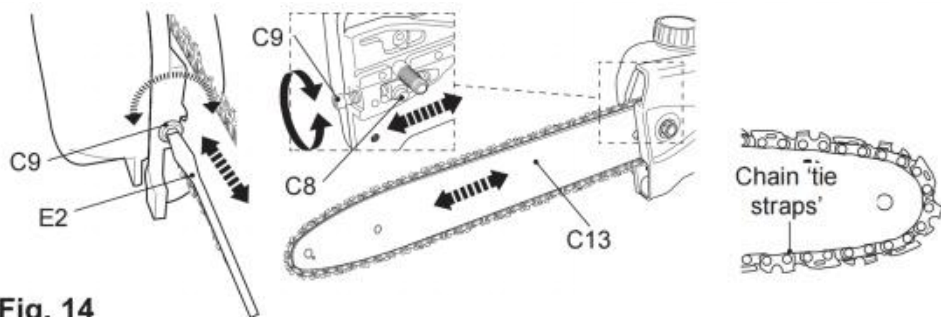

Fig. 14
- 3) Skruva spännskruven (C9) medurs eller moturs för att justera spännstiftet (C8) / svärdet (C13) tills kedjebanden precis nuddar svärdets nederkant (bild 14).